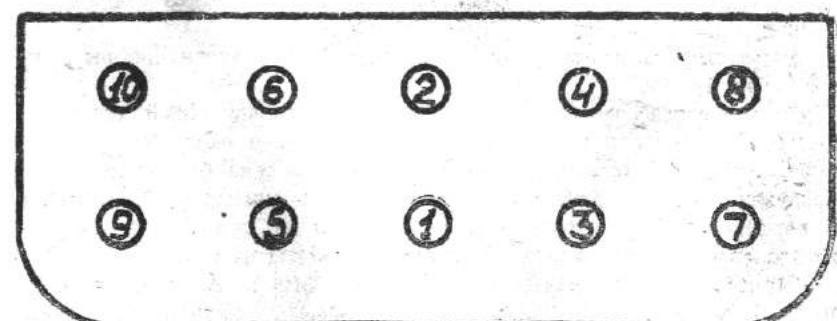

Рис. 18. Порядок затяжки гаек головки блока цилиндров
- d) подтяните гайки крепления головки цилиндров в порядке, указанном на рис. 18;